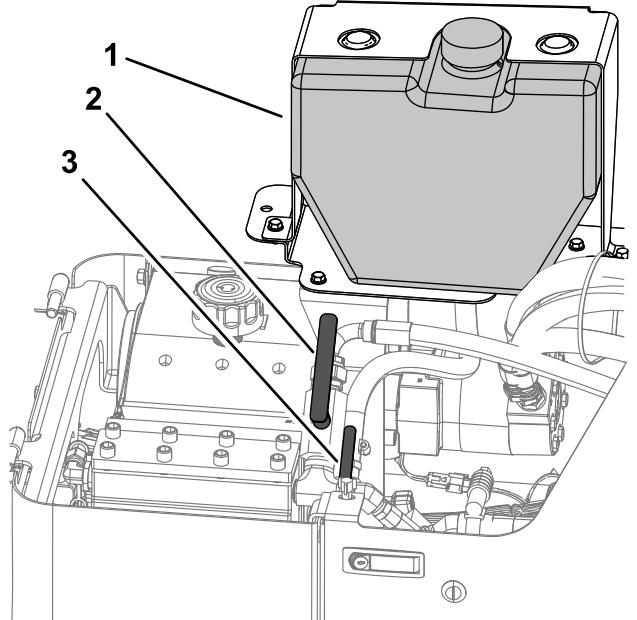

Рисунок 120
- Д. Снимите крышку бака антифриза насоса бурового раствора (Рисунок 120).
- E. Убедитесь, что бак заполнен антифризом (Рисунок 120).
- A. Откройте клапан антифриза на передней стороне насоса бурового раствора, как показано на Рисунок 120.
- C. Заправляйте бак антифризом по мере необходимости (Рисунок 120).
5. Установите крышку бака антифриза (Рисунок 120).
6. Закройте клапан антифриза (Рисунок 120).